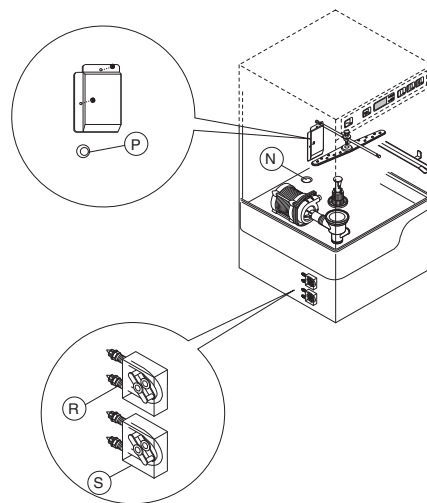

Fig. 11
1. Dishwasher with incorporated detergent dispenser pump (Fig. 11).
2. Dishwashers with incorporated peristaltic rinse-aid dispenser pump (Fig. 11).
Raccordement du distributeur automatique de détergent (Fig. 11)